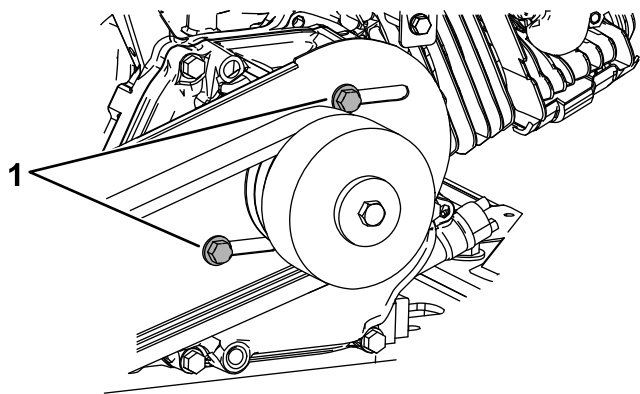
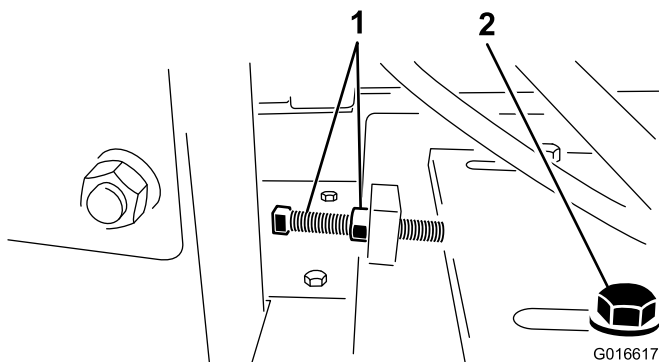

Figura 25
Figura 26
5. Allentate i 4 bulloni di montaggio della piastra del motore e i 2 bulloni che fissano la parte posteriore del copricinghia al motore (Figura 25 e Figura 26).
6. Allentate il bullone di tensione della cinghia e il controdado. Fate scorrere il motore verso l'alloggiamento del volano per allentare la cinghia (Figura 26).
6. Allentate il bullone di tensione della cinghia e il controdado e fate scorrere il motore verso l'alloggiamento del volano per allentare la cinghia (Figura 26).